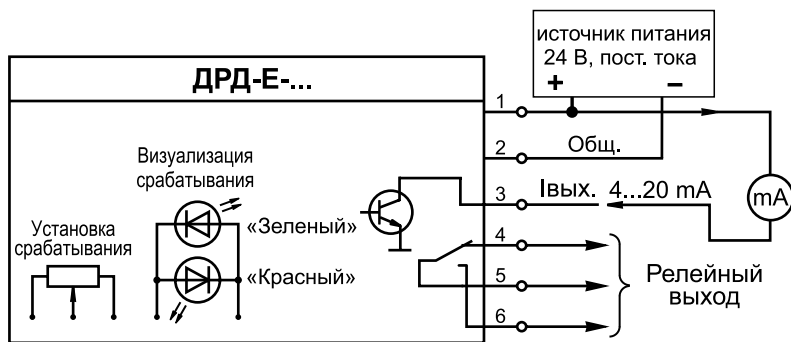

Рис. 2. Схема подключения датчика-реле давления электронного типа
4.3.2 Электрические провода подключаются к контактам кабеля датчика согласно схеме, приведенной на рис. 2. Подключение должно производиться в соответствии с цифровой маркировкой проводов кабеля.